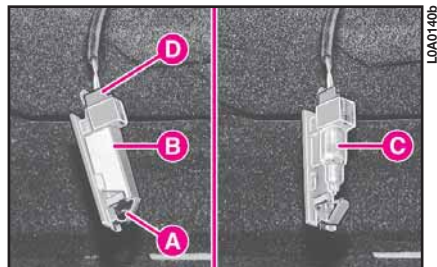

fig. 41
2) presione los dos lados de la pantalla **B** (fig. 41) en correspondencia a los ganchos de fijación y sáquela;